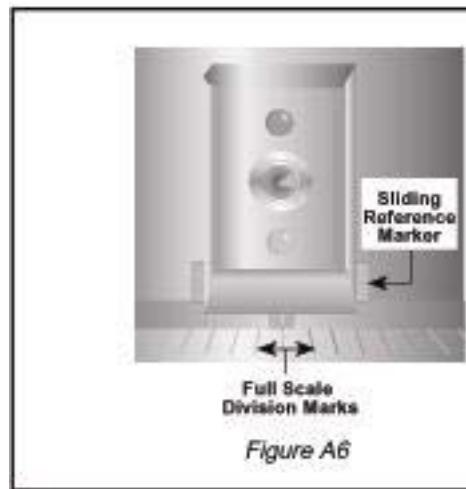

Figure A6
4. Ajuster la bague coulissante de marquage, vers la droite ou vers la gauche pour être le plus près du repère de division pleine échelle (Voir figure A6).